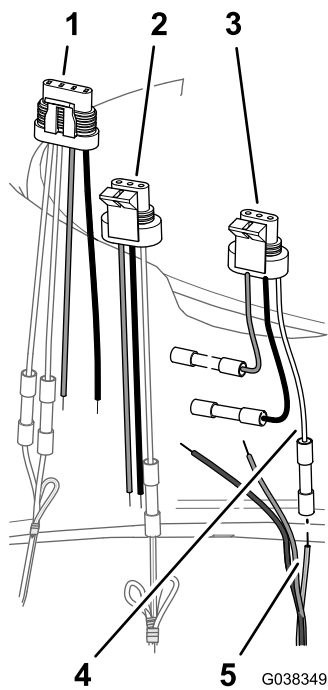

Figure 45
1. Insérez le fil jaune et vert du faisceau DIN dans le connecteur à épissure bout à bout du fil blanc de l'adaptateur à 3 broches de la vanne de pulvérisation générale (Figure 45).